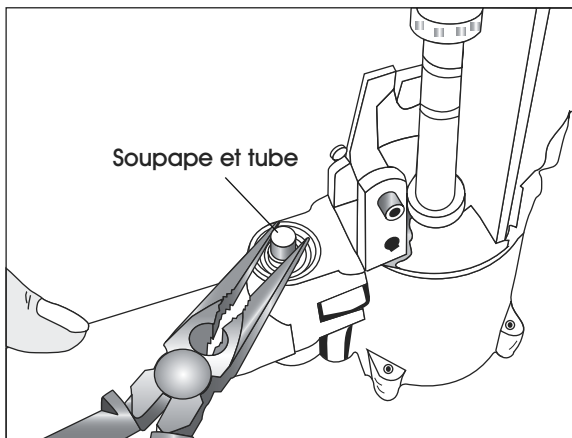

Figure 30
4. Retirez la soupape et le tube à l'aide d'une pince à bec effilé. (Voir Figure 30)